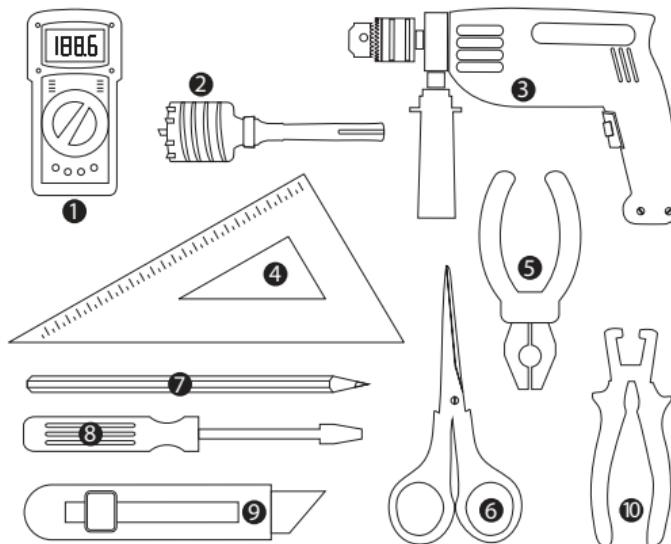

Рисунок 7. Рекомендуемый набор инструментов.
**Шаг 5. Подготовьте необходимый инструмент для монтажа (смотри рисунок 7).** В случае, если Вы не являетесь квалифицированным электриком, поручите монтаж пленочного теплого пола специалисту или просто обратитесь за услугой в сервисную службу компании «Завод CCT ТП».